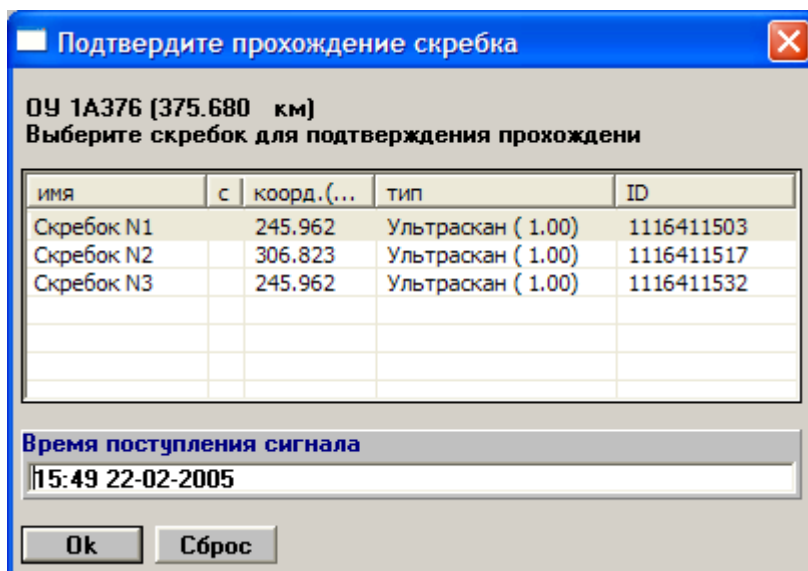
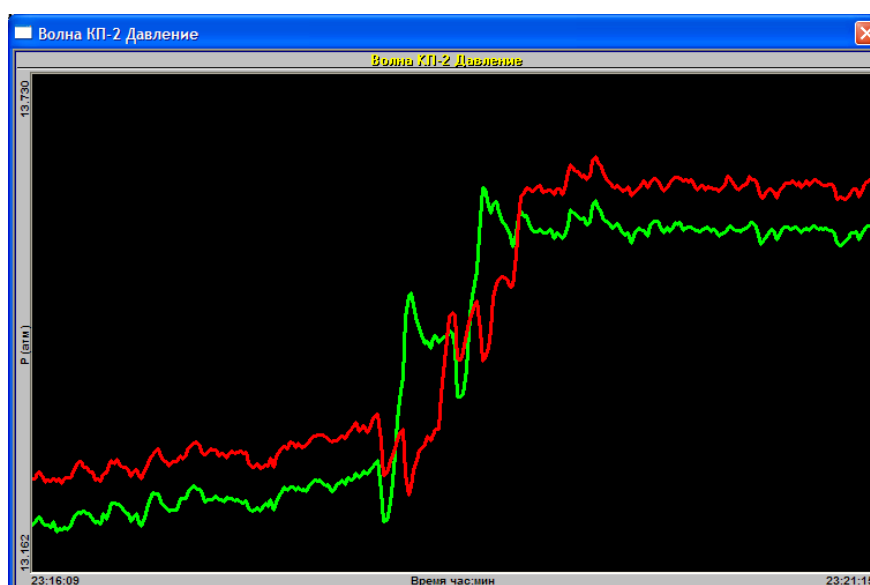

Рисунок 4.4.2 – Окно прохождения скребка
Рисунок 4.4.3 – График давления
- (1)– сигнализатор прохождения скребка на КП или НПС (скребка вблизи него нет);
- (2)– индикатор наличия скребков на участке нефтепровода (скребков нет);
- (3)– график трассовки участка нефтепровода;
- (4)– индикатор наличия скребков на участке между КП (на участке 1 скребок);
- (5)– индикатор прохождения скребка (скребок подходит к КП – индикатор горит не мигая, сработал сигнализатор прохождения скребка –индикатор мигает. В случае, если оба события происходят одновременно – индикатор горит не мигая.);
- (6)– отметка о местоположении скребка на трассе;
- (7)– индикатор камеры приема (пуска) скребка.
Положение скребков отображается, как на условной схеме нефтепровода, так и на графике профиля трассы. При этом индикатор (2) указывает количество одновременно находящихся на участке устройств (см. позицию (4)). При приближении скребка к КП или НПС на расстояние 1км индикатор сигнализатора прохождения скребка (1) перекрашивается в немигающий желтый цвет (см. позиция (5)). Срабатывание сигнализатора прохождения скребка переводит индикатор в мигающее состояние, указывающее на необходимость подтвердить или откорректировать время прохождения КП, см. Рис.4.4.2 (меню появляется при нажатии на индикатор скребка).
В случае подтверждения, надо выбрать скребок из списка (Рис.4.4.2) и нажать «Ok». В случае, если есть данные о том, что сигнализатор скребка сработал ошибочно – необходимо нажать кнопку «Сброс». В некоторых проектах сигнал прохождения скребка по КП формируется на верхнем уровне по показаниям датчиков давления, установленных до и после линейной задвижки. В этом случае достоверность срабатывания сигнализатора скребка можно проверить выводя на экран графики давления на этом КП. В случае, если значения давления по обоим датчикам скачком увеличились, причем значение давления до задвижки увеличилось раньше, чем после задвижки, то срабатывание сигнализатора скребка можно считать достоверным, пример, Рис.4.4.3.
**Внимание:** если срабатывание сигнализатора на КП произошло в тот момент, когда скребок находится менее чем в 1км от этого КП (не доходя КП), то индикатор остается не мигающим, но, если нажать на индикатор скребка, то появится меню Рис.4.4.2. В случае,